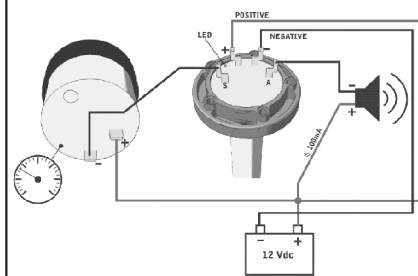

Fig. 7
- 4-20 mA (in corrente), alimentazione: 5 ÷ 18Vdc (vedi Fig. 7)